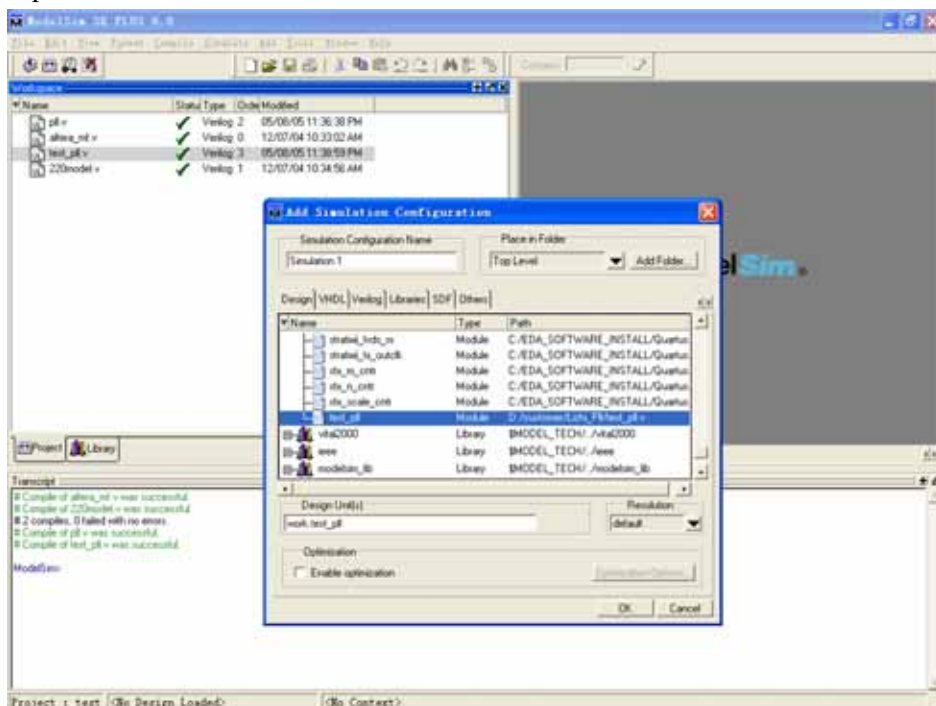

图 11 Simulation Configuration Module
11.执行完毕后,弹出图 11 Simulation Configuration Module 对话框.在 design 中,选择 test\_pll module.点击 OK 确定.